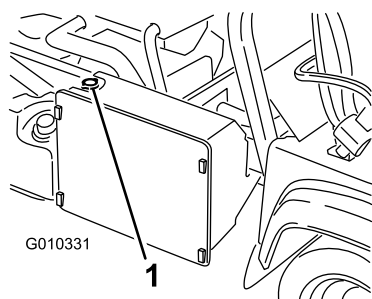

Figura 54
3. Îndepărtați capacul radiatorului (Figura 54).
7. Completați nivelul de lichid din radiator și montați capacul (Figura 54).